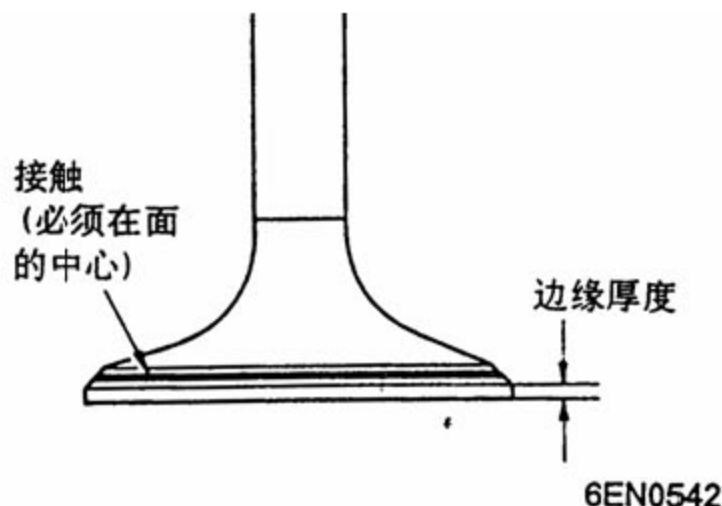

图 4-8
B). 如果边缘厚度小于规定值，则应更换气门(见图 4-8)。